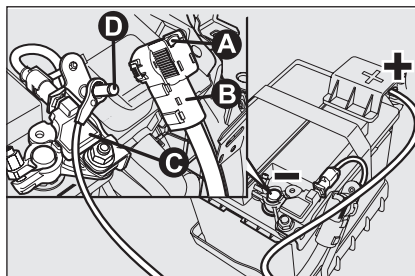

Abb. 42
VERSIONEN MIT Start&Stop- SYSTEM - Abb. 42
- ☐ Die Taste **A-Abb. 42**, drücken, damit sich der Steckverbinder **B** vom Sensor **C** für die Kontrolle des Batterieladezustandes löst (letzterer befindet sich am Minuspol der Batterie);